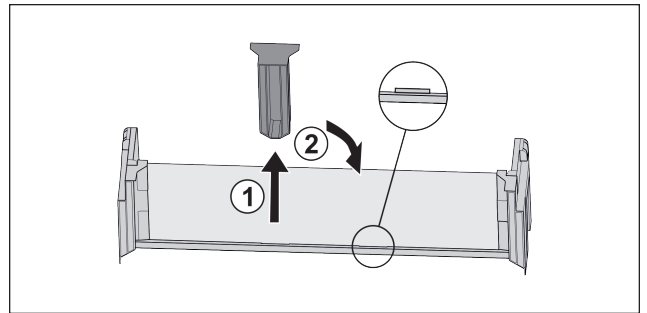

Fig. 18*
- ▶ Снимите среднюю поддерживающую деталь Fig. 18 (1).*
- ▶ Вставьте среднюю поддерживающую деталь во вторую позицию Fig. 18 (2).*